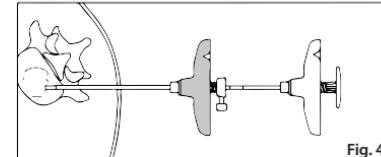

Fig. 4
FIG. 4 Retirez la Poignée (B) et insérez le Pousoir (C). Poussez soigneusement le Pousoir (C) tout en surveillant le flux de ciment sous imagerie, jusqu'au contact avec l'extrémité Luer du Chargeur (A) pour injecter le volume de ciment complet du Chargeur (A) (voir le Tableau N°1).